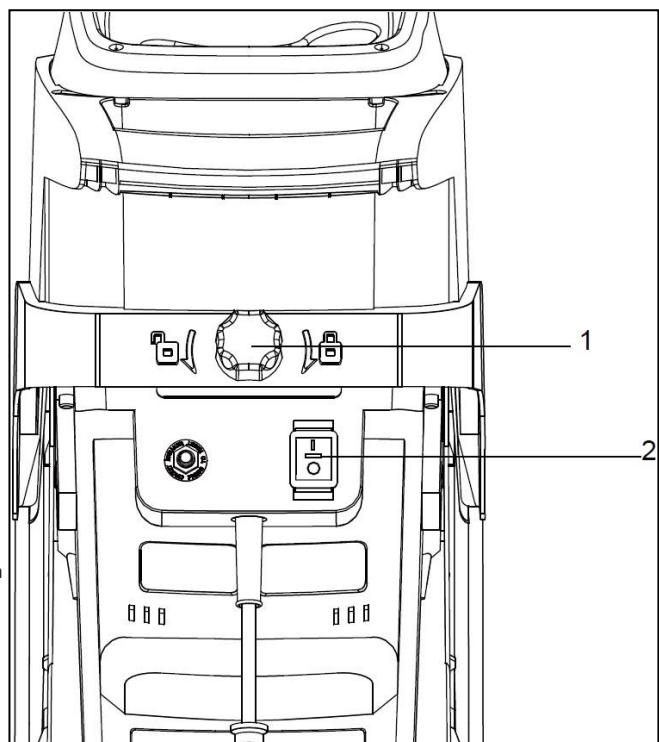
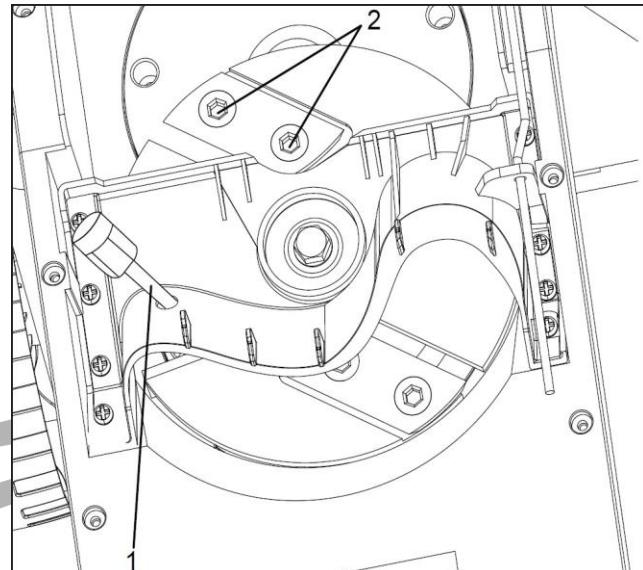

Fig. 4
Fig. 5
2. Verificați dacă buncărul este gol. Închideți bine buncărul prin rotirea butonului de blocare a buncărului (Fig. 4 - 1) în sensul acelor de ceasornic. Tocătorul nu va funcționa dacă buncărul este deschis sau nu este complet închis.
4. Conectați tocătorul la o sursă de alimentare și roțiți comutatorul de alimentare în poziția ON (Fig. 4 - 2).
6. Introduceți încet materialul care urmează să fie mărunțit în buncăr prin jgheabul de alimentare (Fig. 5). Țineți crengile la o distanță sigură de jgheabul de alimentare până când acestea sunt atrasse automat în tocător.
1. Pentru a reporni tocătorul, apăsați mai întâi butonul de resetare (Fig. 4 - 1). Apoi roțiți comutatorul de alimentare în poziția pornit.
- Deșurubați complet butonul de blocare a buncărului (Fig. 4 - 1) până când acesta se desprinde. Deschideți buncărul pentru a avea acces la capul de tăiere (Fig. 5 - 5).
- Rotiți capul de tăiere astfel încât acesta să apară așa cum se arată în figura 5. Pentru a împiedica capul de tăiere să se rotească în timpul schimbării lamei, introduceți o tijă prin orificiul de protecție a lamei (Fig. 5 - 1) și prin fanta din capul de tăiere.
- Fiecare lamă este fixată cu două șuruburi hexagonale (Fig. 5 - 2). Îndepărtați lama de pe marginea interioară a apărătorii lamei, unde pot fi accesate ambele șuruburi hexagonale.